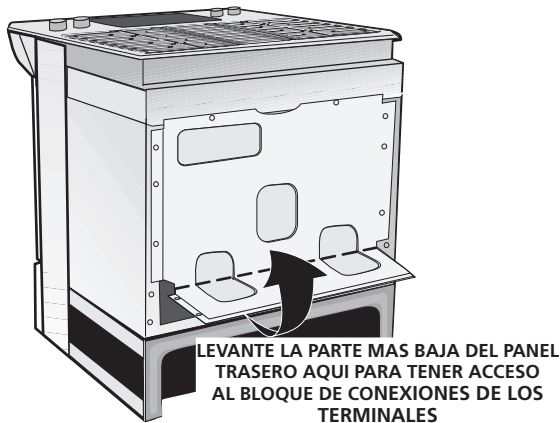

Figura 2
1. Quite los tres tornillos en la parte más baja del panel trasero, luego levante la parte más baja del panel trasero (la cubierta de acceso) exponiendo el bloque de conexiones de los terminales de la estufa (Figura 2).
1. Retire los 3 tornillos de la parte baja de la cubierta del cable trasero, luego levante la cubierta hacia arriba para tener acceso (cubierta de acceso) al bloque de conexión del borne terminal (Figura 2).